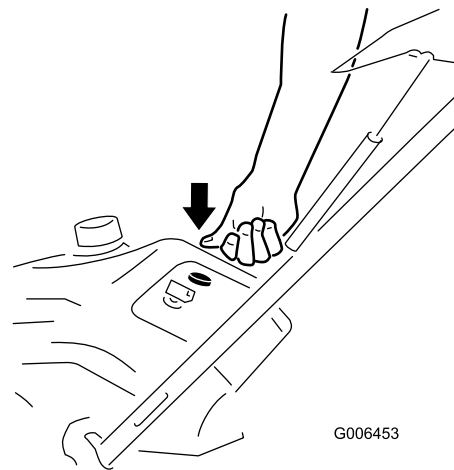

Figure 14
3. Appuyez fermement à 2 reprises sur l'amorceur avec le pouce, en marquant une pause d'une seconde chaque fois (Figure 14).